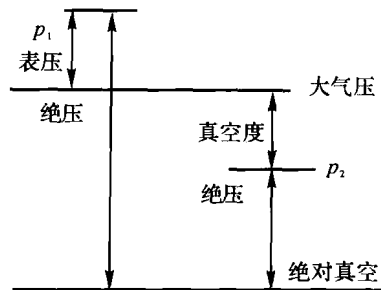

图 1-1 压强的基准和表示
(1) 压强的表示: 工程上习惯称压强为压力, 按测量基准的不同, 有两种表示方法, 如图 1-1 所示。